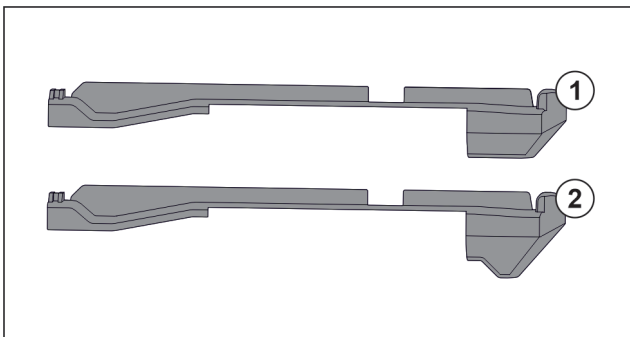

Fig. 83 Vergelijking van de insteekelementen
In het apparaat bevinden zich twee verschillende insteekelementen. Het insteekelement boven de onderste lade Fig. 83 (2) heeft een driehoekige rand. Alle overige insteekelementen Fig. 83 (1) hebben een rechte rand.
- ▶ Insteekelement Fig. 83 (2) met de driehoekige rand boven de onderste lade aanbrengen.
- ▶ Insteekelement Fig. 83 (1) met rechte rand op alle overige plekken aanbrengen.